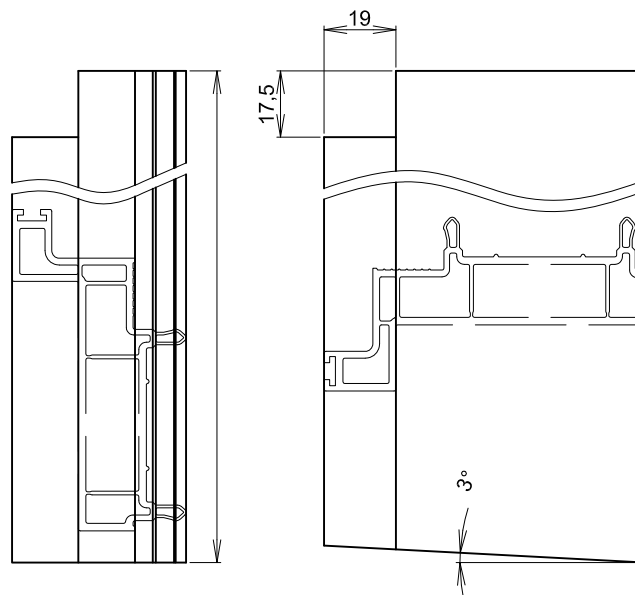

Abb. 4 Deckleiste 76651 seitlich
- Maß vom fertigen Element abmessen, zuschneiden und ausklinken (Abb. 4).